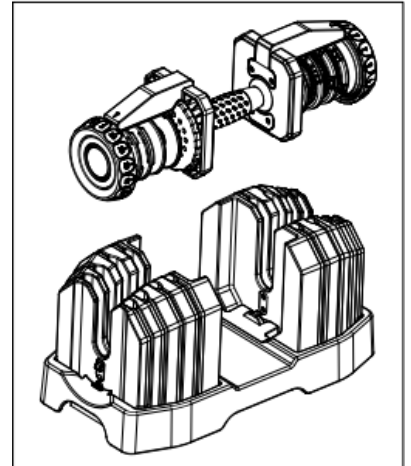

Figure 2
2. Vous devriez pouvoir retirer les poignées de la base, en laissant les plaques en place (figure 2).